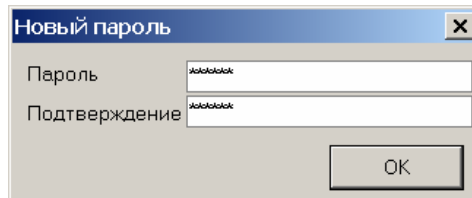

Рисунок 5 – Ввод пароля
3.2 Для ввода пароля нажмите кнопку **...** справа от поля. В открывшемся окне **Новый пароль** (рисунок 5) вводим пароль в поля **Пароль** и **Подтверждение** и нажимаем кнопку **ОК**.